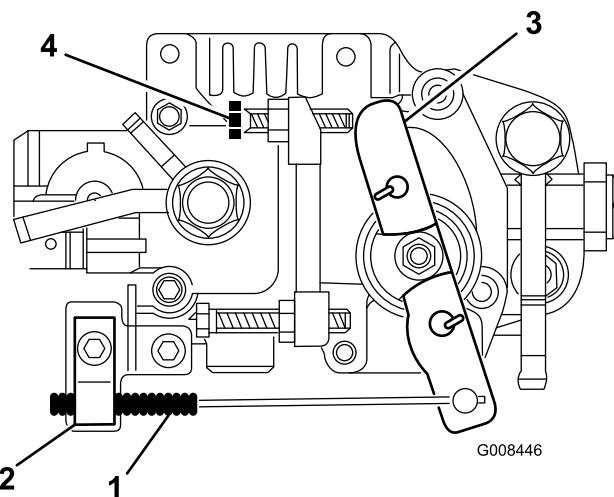

Figura 45
2. Afloje el tornillo de la abrazadera que fija el cable al motor (Figura 45).
3. Empuje el cable hasta que la palanca de control de velocidad entre en contacto con el tornillo de ralentí (Figura 45).
2. Afloje la contratuerca del tornillo de ralentí (Figura 45).